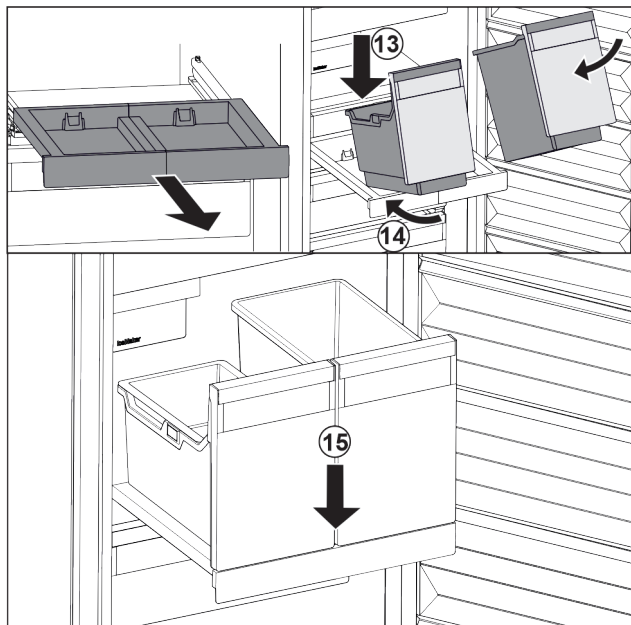

Fig. 106
- ▶ Nasadíte nádobu šikmo na vyťahovaciu poličku. Fig. 106 (13)
- ▶ Zasuňte nádobu šikmo dozadu. Fig. 106 (14)
- ▶ Zložte nádobu vpred. Fig. 106 (15)